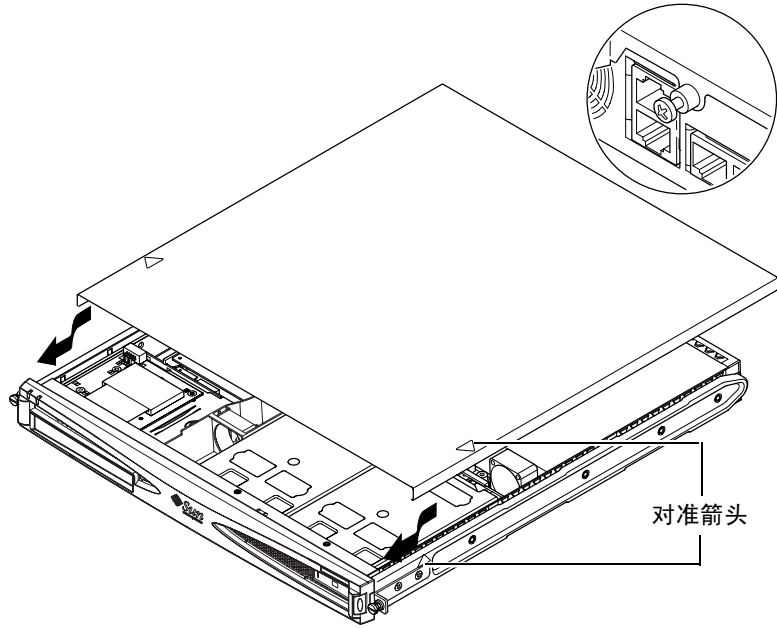

图 4-9 回装顶盖
7. 装回服务器的盖板，并上紧固定螺钉（请参见第 4-14 页的第 4.7 节“装回服务器的顶盖”中的图 4-9）。
5. 装回服务器的顶盖，并上紧固定螺钉（请参见第 4-14 页的第 4.7 节“装回服务器的顶盖”中的图 4-9）。
3. 装回服务器的盖板，并上紧固定螺钉（请参见第 4-14 页的第 4.7 节“装回服务器的顶盖”中的图 4-9）。
8. 装回服务器的盖板，并上紧固定螺钉（请参见第 4-14 页的第 4.7 节“装回服务器的顶盖”中的图 4-9）。
7. 装回服务器的顶盖，并上紧固定螺钉（请参见第 4-14 页的第 4.7 节“装回服务器的顶盖”中的图 4-9）。
3. 然后上紧后面的固定螺钉（请参见图 4-9）。